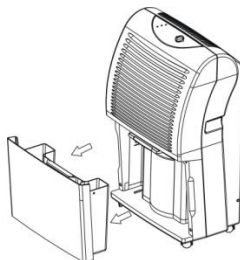

Рис.2
2. Извлеките резервуар для воды (рис. 2).